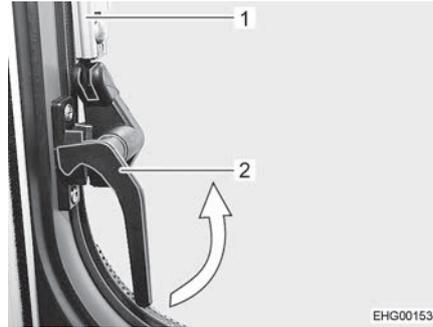

Bild 29 Verriegelungshebel, seitlich (Stellung "geschlossen")
- Die seitlichen Verriegelungshebel (Bild 29,2) eine viertel Umdrehung zur Fenstermitte drehen.
- Das Ausstellfenster bis zur gewünschten Raststellung öffnen. Der Automatik-Aussteller (Bild 29,1) rastet selbstständig ein.